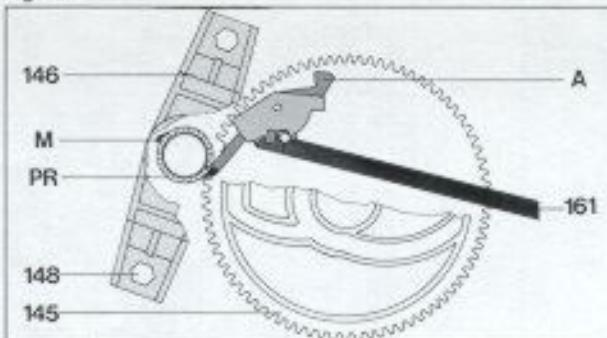

Fig. 16
Nach Abnehmen der Rastplatte 69 (nach vorne drücken und am hinteren Rand zuerst hochklappen!) wird die Justierschraube (A) zugänglich. Wenn die Abtastnadel zu weit innen oder außen auf der Schallplatte aufsetzt, drehen Sie die Justierschraube (A) entsprechend nach rechts oder links (Fig. 16).